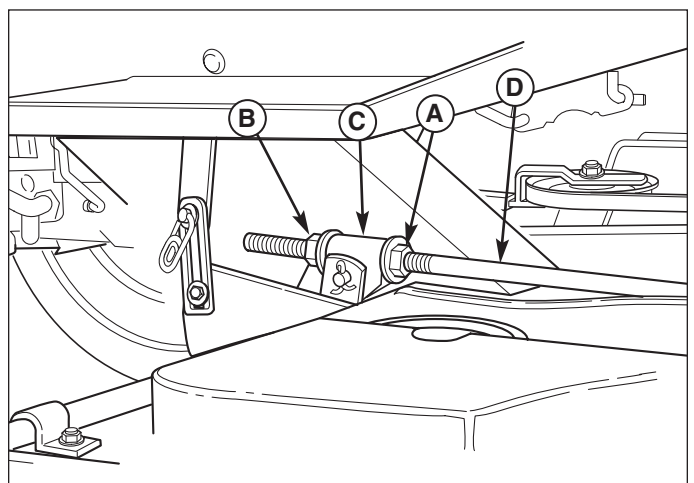

Figure 39. Mise à niveau avant-arrière de la tondeuse
8. Voir la Figure 39. Pour lever l'avant de la plate-forme de tondeuse, desserrer l'écrou avant (A) et tourner l'écrou arrière (B) contre le support (C).
9. Pour abaisser l'avant de la plate-forme de tondeuse, desserrer l'écrou arrière (B) et le support (C) se déplacera vers l'arrière pour allonger la tringle.
10. Revérifier la distance avant de serrer l'écrou avant (A) contre le support.